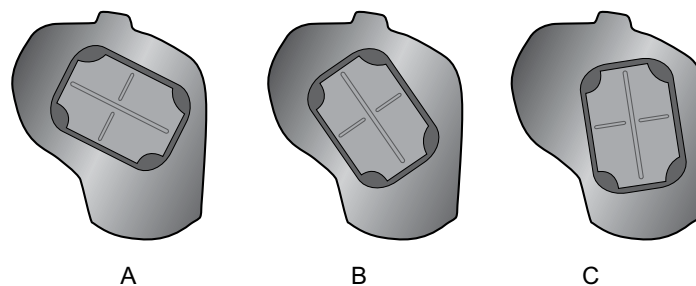

Figura 6-15 - Pannelli di posizionamento del flessore
1. Selezionare un pannello di posizionamento del flessore che indurrà il movimento desiderato della mano (Figura 6-15).